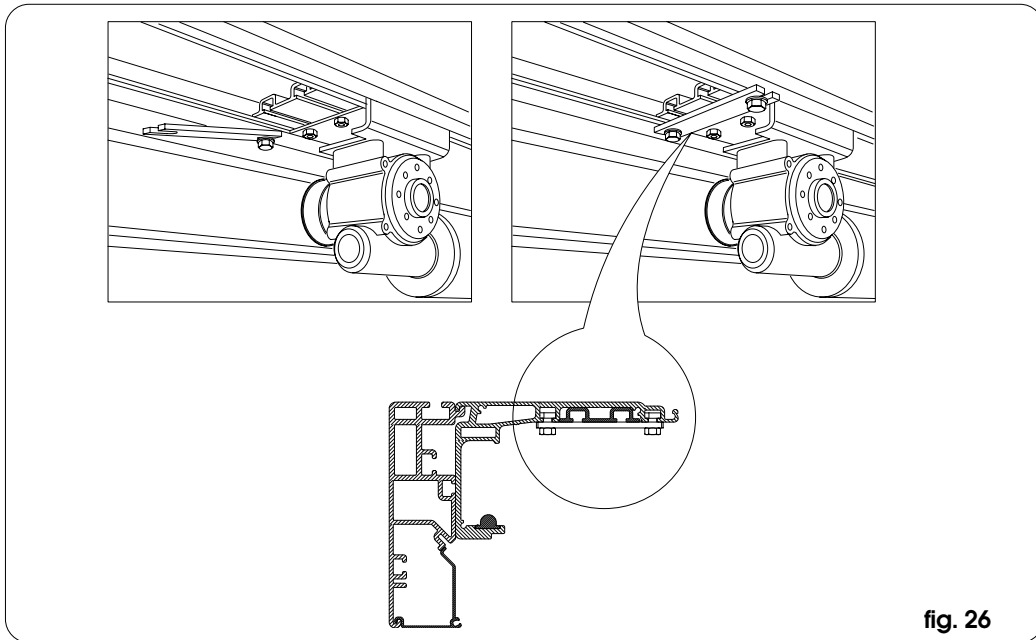

fig. 26
- Bloquer le module d'actionnement avec les 4 pattes disposées précédemment, en utilisant les 4 vis tirantes et les écrous fournis (fig. 26).